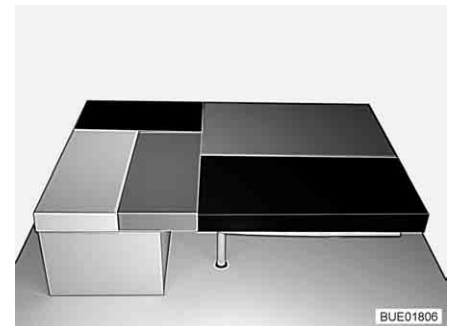

Fig. 119 Dopo la trasformazione
- Collocare il cuscino aggiuntivo più sottile sull'allargamento letto sul divano (vedere Fig. 119).